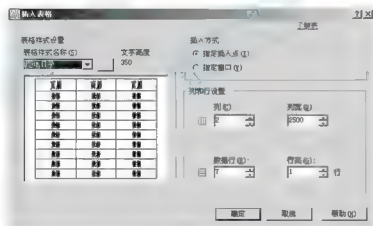

图 3.123 【插入表格】对话框
(1) 执行菜单栏中的【绘图】|【表格】命令或单击【绘图】工具栏上的【表格】图标, 打开【插入表格】对话框, 按照图 3.123 所示设定该对话框。